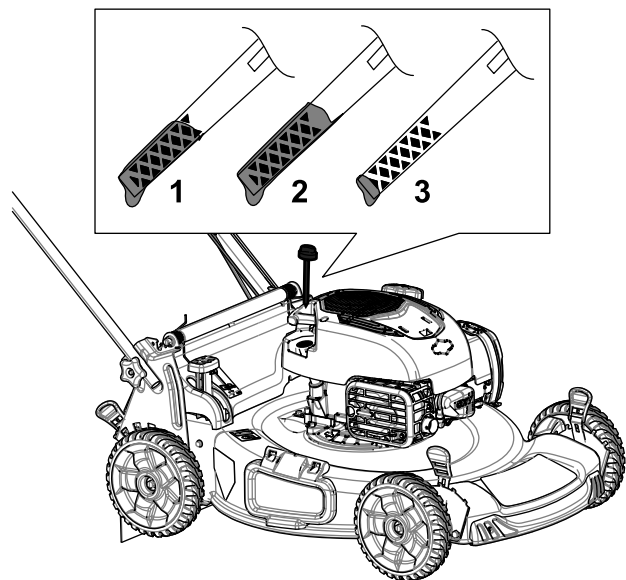

Figura 11
2. Girate il tappo in senso antiorario ed estraete l'asta di livello (Figura 11).
5. Controllate il livello dell'olio sull'asta (Figura 11).
- Se il livello di olio dell'asta è troppo basso (Figura 11), versate con cura una piccola quantità di olio detergente SAE 30 o SAE 10W-30 nel tubo di riempimento dell'olio, attendete 3 minuti e ripetete gli step da 3 a 5 finché il livello dell'olio sull'asta non risulta corretto. Per il tipo di olio, fate riferimento a Cambio dell'olio motore \(pagina 19\).
- Se il livello dell'olio sull'asta è troppo alto (Figura 11), drenate l'olio in eccesso finché il livello dell'olio sull'asta non risulta corretto; fate riferimento a Cambio dell'olio motore \(pagina 19\).